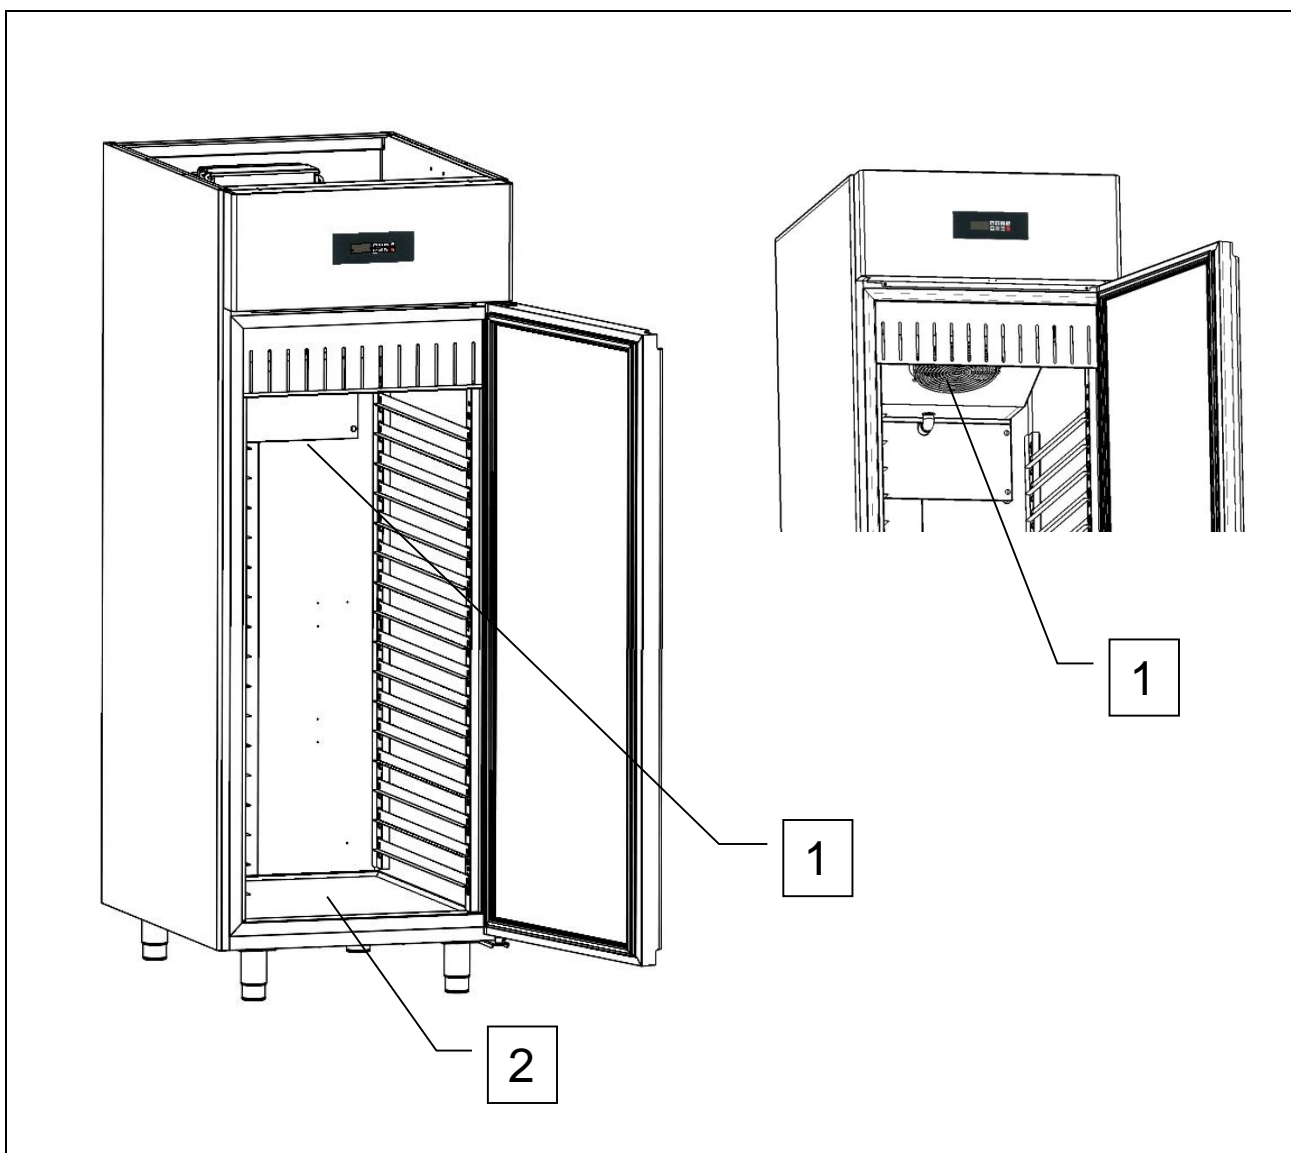

Fig. 4
- con condotti di aerazione (rif. 1, fig. 4) ostruiti;
- con prodotti alimentari vari (cibi e bevande) posti a ridosso delle griglie di ventilazione interne (rif. 1, fig. 4), o direttamente sul fondo della cella (rif. 2, fig. 4).